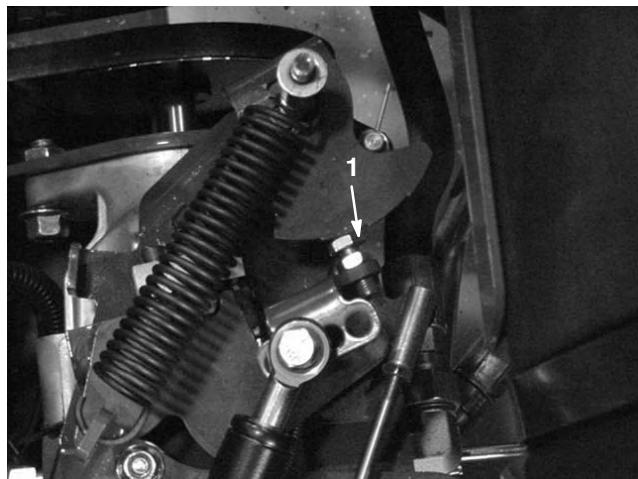

Figure 62
5. Si un réglage est nécessaire, vissez le boulon de butée de la pompe (Fig. 62) de la plaque de butée pour réduire l'espacement des trous ou dévissez-le pour augmenter l'espacement des trous.